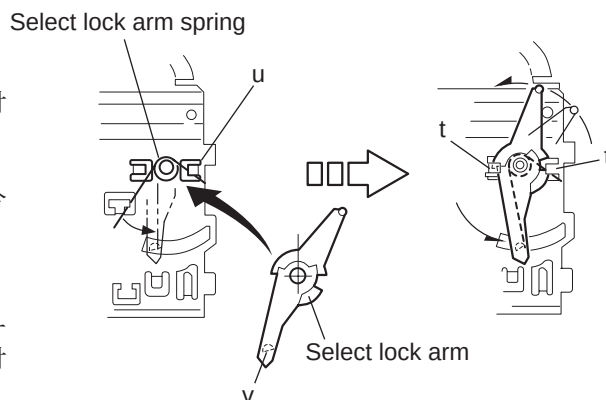

図25
■SELECT ARM(L) / SELECT PLATE (L) / SELECT LOCK ARMの組み付け方 (図25～27参照)